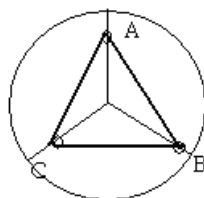
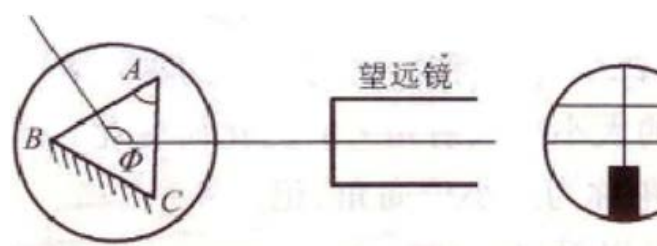

图 7 三棱镜在载物台上的正确放法
图 8 测三棱镜 A
调节方法：调载物台的上下台面大致平行，将棱镜放到载物台上，调节时必须注意平面镜和三棱镜的放置位置。使棱镜的三个角对准平台下三螺钉（如图 7 所示），调载物台的上下台面大致平行。接通目镜光源，遮住从平行光管来的光。转动游标内盘（连同转动载物台）在望远镜中观察从侧面 AC 和 AB 反射回来的十字像，只调节载物台下三螺钉(用各半调节逐次逼近法)使其反射像都落到上十字线处，如图 8 所示。调节时，切莫动望远镜仰角螺钉（为什么？）
2.测三棱镜的顶角 A：固定望远镜和刻度盘。转动游标盘，使镜面 AC 正对望远镜，见图 8。记下游标 1 的读数  $\theta_1$  和游标 2 的读数  $\theta_2$ 。再转动游标盘，使 AB 面正对望远镜，记下游标 1 的读数  $\theta_1'$  和游标 2 的读数  $\theta_2'$ 。同一游标两次读数之差  $|\theta_1 - \theta_1'|$  或  $|\theta_2 - \theta_2'|$ ，既是载物台转过的角度  $\Phi$ ， $\Phi = \frac{1}{2}(|\theta_1 - \theta_1'| + |\theta_2 - \theta_2'|)$  而  $\Phi$  是 A 角的补角， $A = \pi - \Phi$ 。